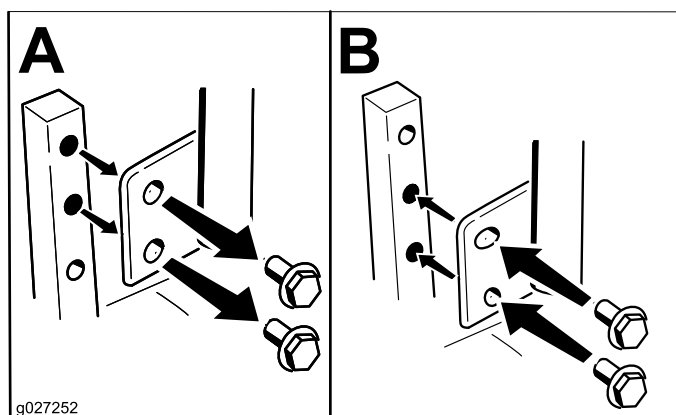

Figura 23
Las palancas de control de movimiento pueden ser ajustadas hacia arriba o hacia abajo para que su manejo sea más cómodo (Figura 23).
2. Afloje el perno inferior lo suficiente para poder desplazar hacia adelante o hacia atrás la palanca de control (Figura 23). Apriete ambos pernos para fijar el control en la posición nueva.